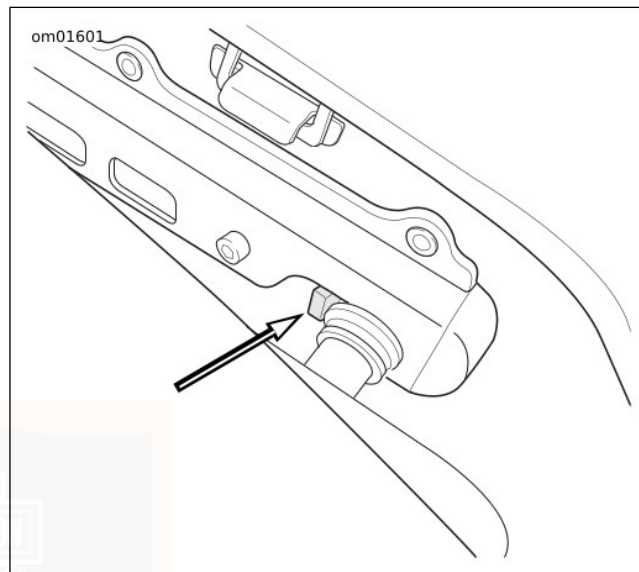

Figure 15. Loquet de support de sacoche engagé
4. Voir Figure 15. S'assurer que tous les points de montage de sacoche sont bien serrés et que le loquet du support est engagé tel qu'illustré.